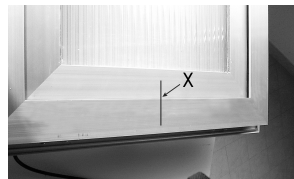

Abb. 2
- A. Mit einem Bleistift die Mittellinie "X" des Fensters einzeichnen (Abb. 2).